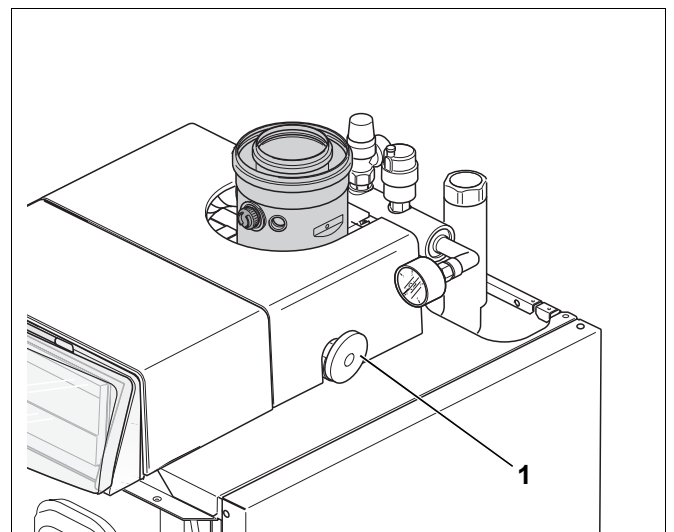

Bild 5 Ölabsperrhahn
- Öffnen Sie den Ölabsperrhahn (Bild 5, Pos. 1), der sich oben am Heizkessel befindet.